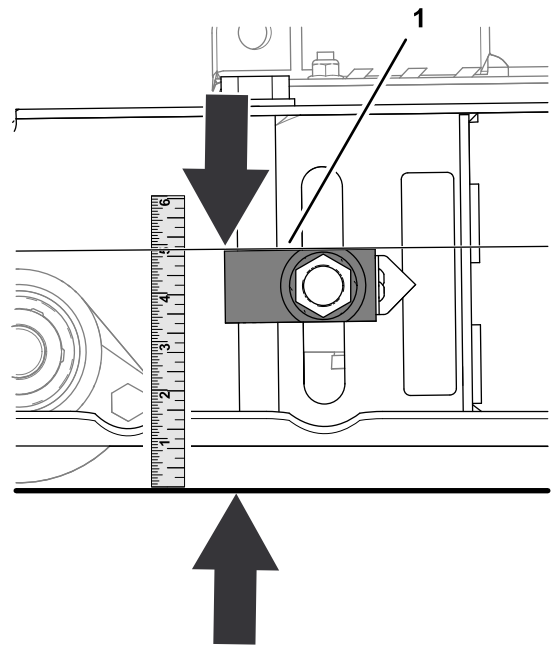

Bild 81
2. Messen Sie den Abstand zwischen der Oberseite der Schnitthöhenverstellung und dem Boden (Bild 81).